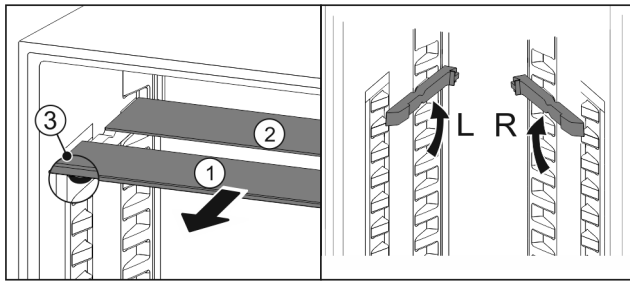

Fig. 129
- ▶ Glasplatten einzeln nach vorne herausziehen Fig. 129 (1).
- ▶ Glasplatte Fig. 129 (1) mit Zierleiste liegt vorne.
- ▶ Stopps Fig. 129 (3) zeigen nach unten.